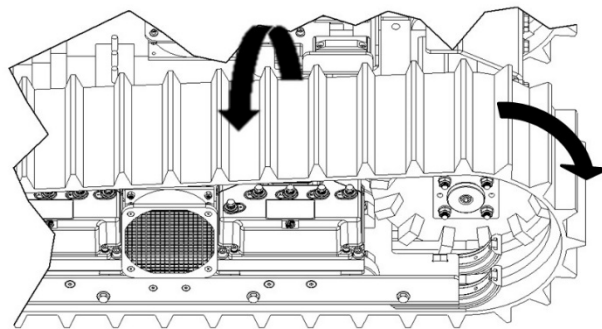

図28. ゴムクローラの取り外し
5. 手でゴムクローラの内側から外側に引張りながら、ゴムクローラ内部のゴムの突起がドライブスプロケットから完全に外れるまで、ゴムクローラを低速で回転させる。(図28参照)